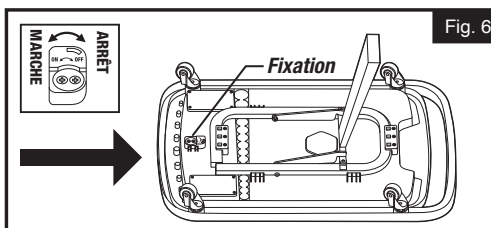

Fig. 6
8. Install the tool tray onto the tool tray frame by sliding it into position and twisting the retainer towards the "OFF" position. (Fig. 6)
8. Installez le plateau à outils sur le cadre du plateau à outils en le faisant glisser en position et en tournant le dispositif de retenue vers la position « ARRÊT ». (Fig. 6)
8. Instale la bandeja de herramientas en el marco de la bandeja deslizándola hasta su posición y girando el retenedor hacia la posición "APAGADO". (Fig. 6)